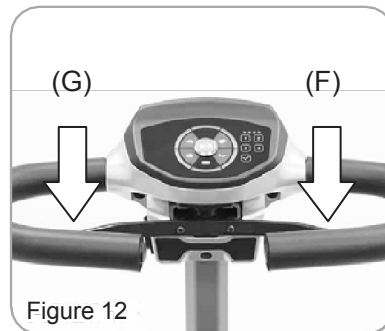

Figure 12
- Tirez sur la manette droite (F) pour faire avancer le scooter. Tirez sur la manette gauche (G) pour faire reculer le scooter. Cette fonction peut être inversée par le fournisseur local, si nécessaire (figure 12).